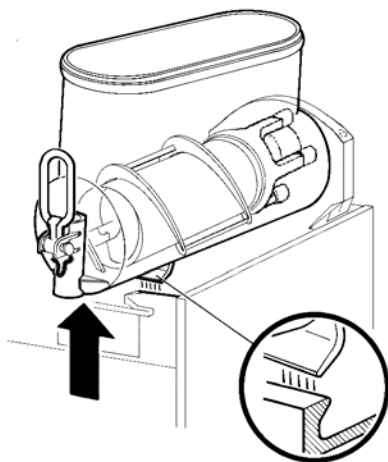
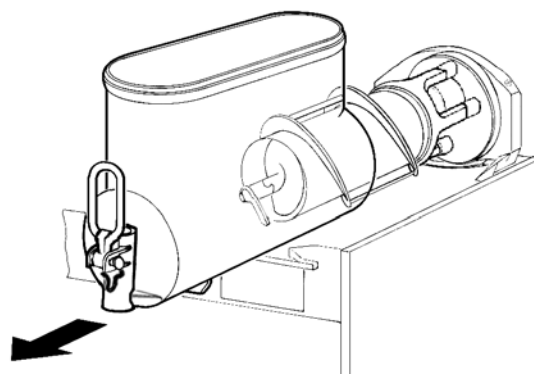

Bild 6
Bild 7
- 2** Den Behälter abmontieren. Dazu den unteren Teil (auf der Seite des Hahns) leicht nach oben drücken, um die unteren Befestigungshaken zu lösen (Bild 6) und den Behälter anschließend von vorne herausziehen (Bild 7).